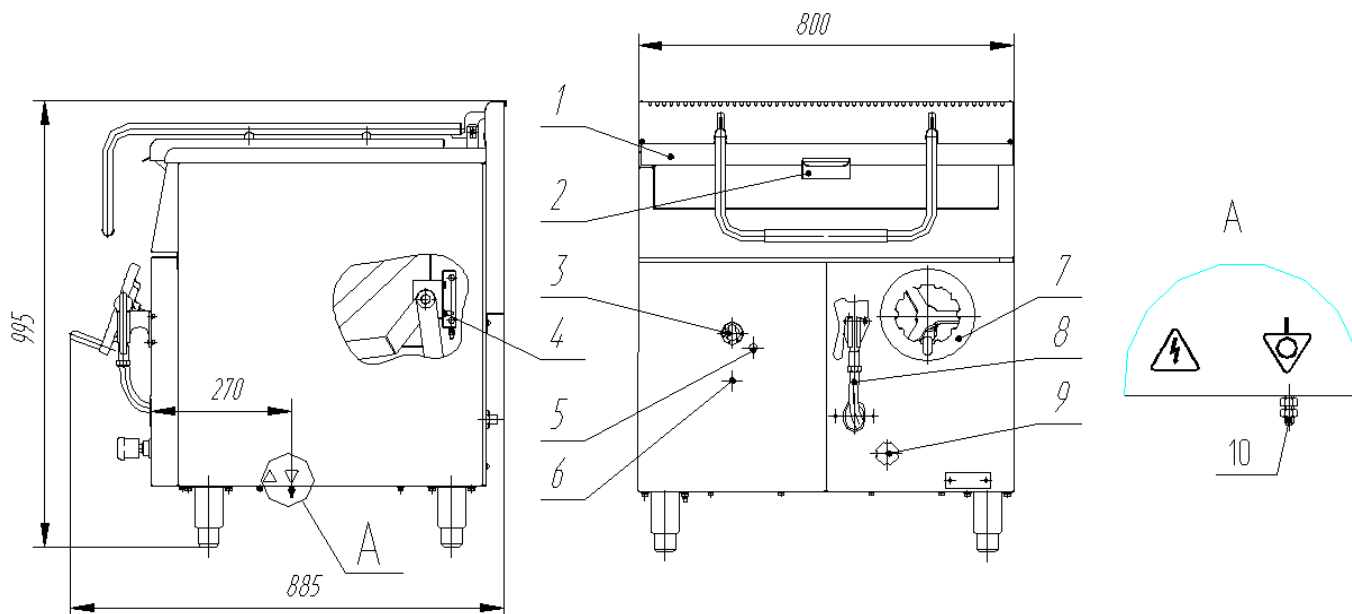

Рисунок 1 - Составные части сковороды
При подъеме срабатывает микровыключатель подъема емкости (4), рисунок 1, который отключает ТЭНы от питающей сети.
Устройство душевое (8), рисунок 1, предназначено для удобства проведения санитарно-гигиенической обработки емкости сковороды. Устройство представляет собой душ с вытяжным шлангом. На передней панели крепится держатель душа, а также имеется кран подачи воды (9).
7.3 Включить изделие поворотом ручки терморегулятора (3), рисунок 1, по часовой стрелке из положения «0» и установить лимб ручки терморегулятора в положение, соответствующее требованиям обработки продукта.
7.4 Загорание арматуры светосигнальной (5), рисунок 1, показывает включение ТЭНов.